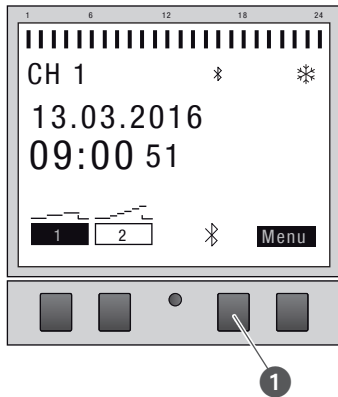

Abb. 27: Bluetooth-Verbindung an der Verteilerschaltuhr aufbauen
1. Die Bluetooth-Taste (Abb. 27/①) an der Verteilerschaltuhr drücken.